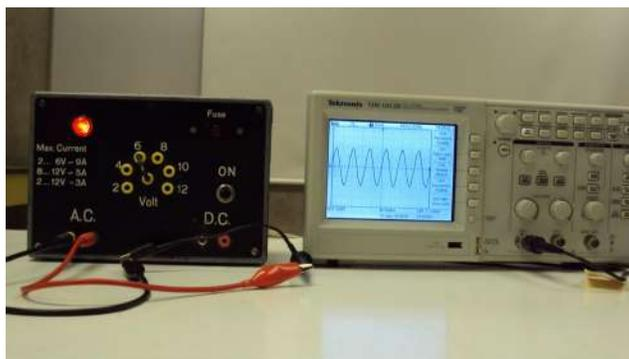

Figura 7.5 Osciloscopio digital, midiendo señal de C.A.
- h) Conecte la señal de salida de C.A. de la fuente escalonada a la entrada del osciloscopio como se muestra en la figura 7.5.